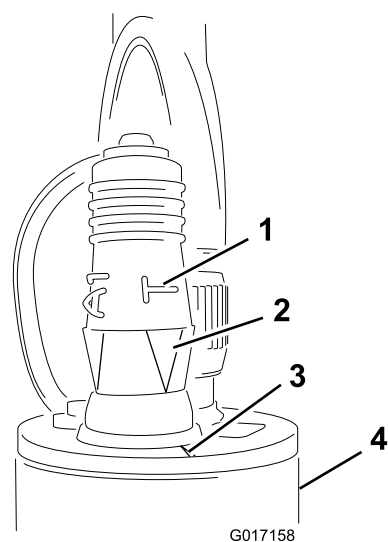

図 14
5. センサーにプログラミングプラグを取り付ける (図 14)。
重要 側面の “T” の下にある矢印が、センサーの上面の縁についているノッチと整列していることを確認してください (図 14)。